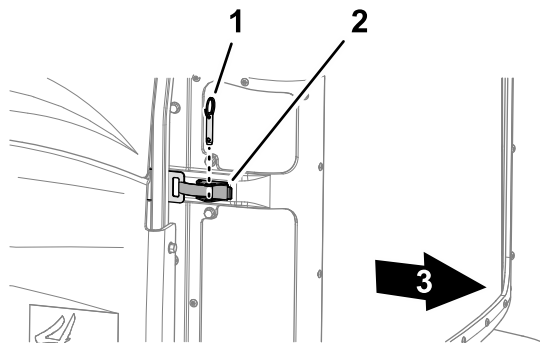

Figure 67
2. Retirez la goupille sphérique du verrou de la grille (Figure 67).